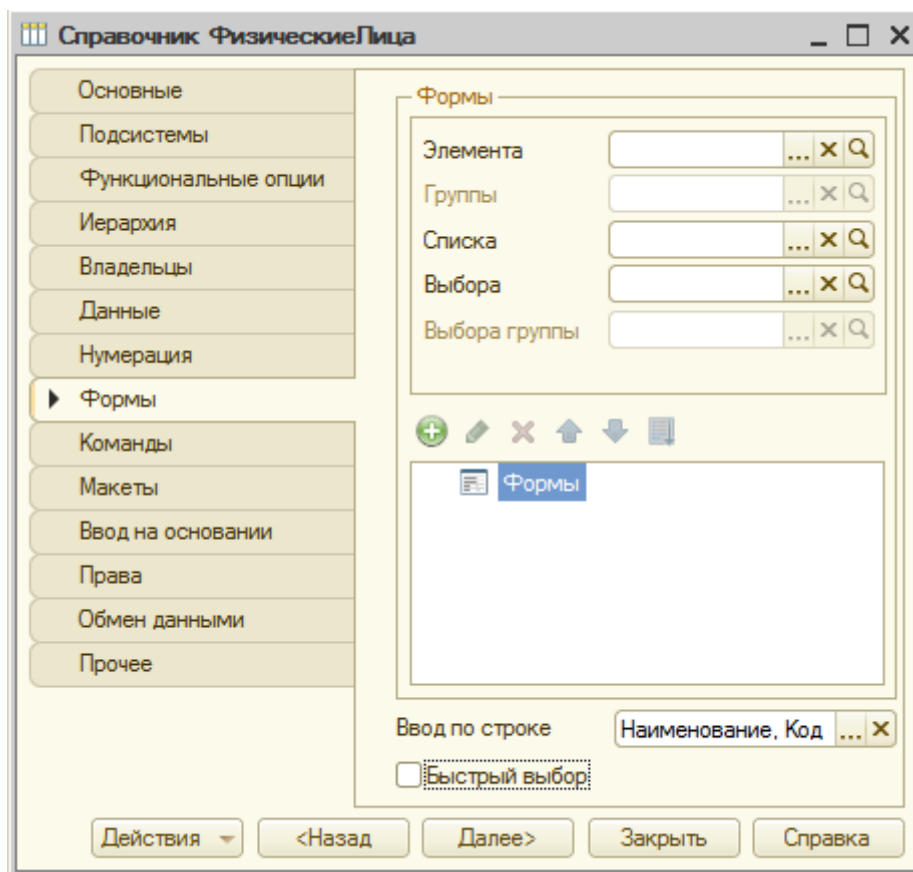

**Рисунок 3.10- Форма справочника, сгенерированная автоматически**
8. Просмотрим стандартную форму справочника. Если мы попытаемся открыть справочник в режиме 1С:Предприятие – с ним можно будет работать, так как система автоматически сгенерирует его форму, Рисунок 3.10. – с автоматически созданными формами мы уже встречались ранее. Такие формы подходят в том случае, если мы не планируем каким-либо образом вмешиваться в функционирование формы из Конфигуратора.